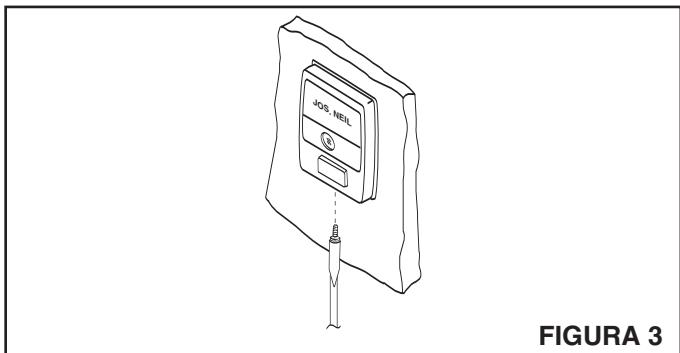

FIGURA 3
4. Vea la Figura 3. Fije el marco metálico en su lugar al apretar el tornillo ubicado al fondo de la unidad.